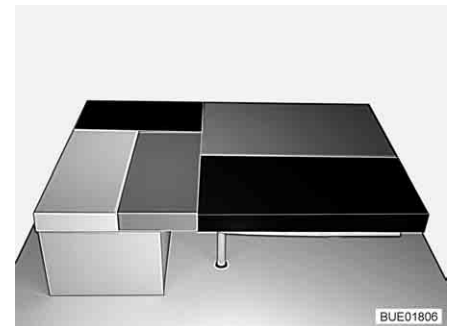

Fig. 119 Después de la transformación
- Colocar el cojín adicional delgado sobre el ensanchamiento de cama en el banco longitudinal (véase Fig. 119).